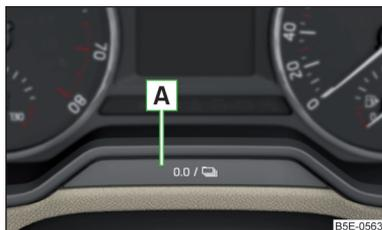

Abb. 28
➤ Die Taste **A** » Abb. 28 auf Seite 31 antippen.
- Die Taste **A** » Abb. 28 drücken und gedrückt halten, bis im Display der Menüpunkt **Uhrzeit** angezeigt wird.